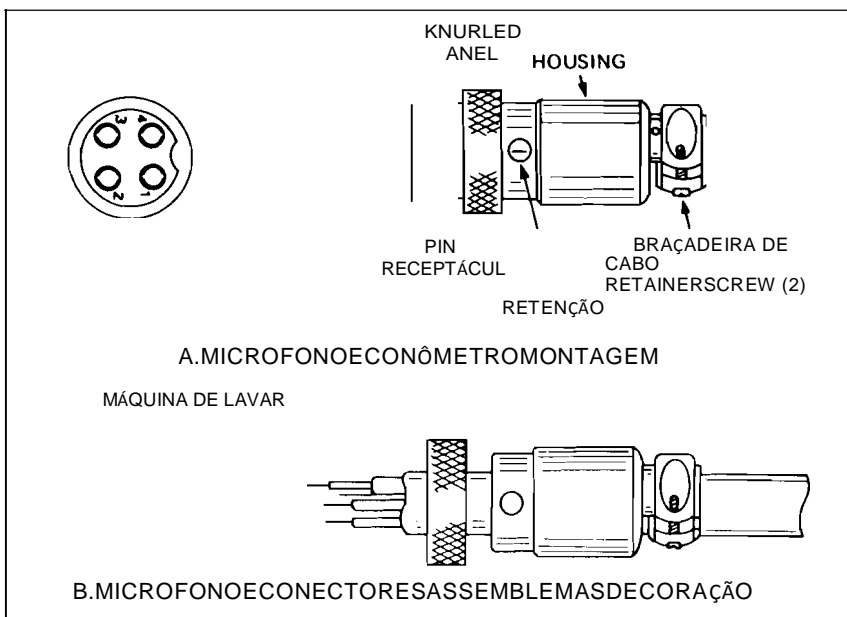

Fig.4. Ligação do microfone.
4. Alimente o cabo do microfone através do alojamento, anel serrilhado e lavadora Fig.4.